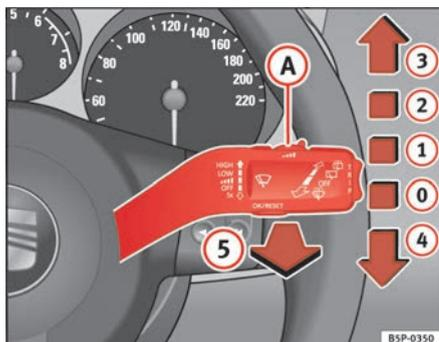

Fig. 85 Alavanca do limpa/lava-vidros
A alavanca do limpa-vidros ⇒ fig. 85 tem as seguintes posições:
- Se o veículo parar com o limpa-vidros ligado no nível **2** ⇒ **página 125, fig. 85** ou **3**, é automaticamente ligado o nível mais baixo seguinte. Se o veículo voltar a arrancar, é de novo activado o nível do limpa-vidros que foi seleccionado.